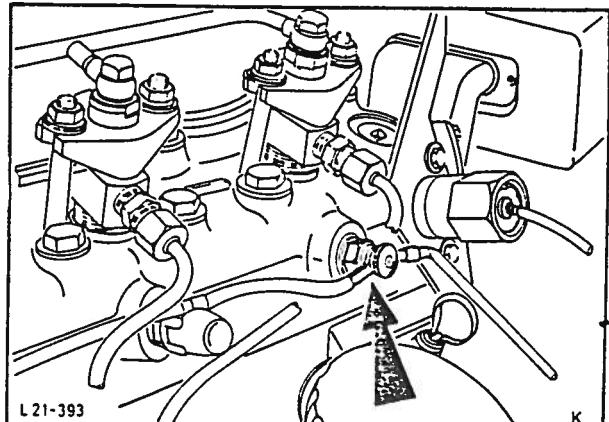

Fig. 13 Kople ledningene av fra glødepluggene.
6. Kople ledningene av fra vekslestrømsdynamoen, temperatursenderenheten, oljetrykksbryteren, glødepluggene, fig. 13, viftekoplingen samt motorens godskabel.